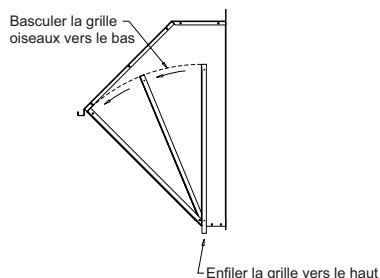

Figure 4 — Placement de la grille oiseaux dans la coiffe de protection assemblée
5. Enfiler la grille oiseaux par le dessous de la coiffe assemblée à travers les ouvertures prévues à cet effet. Voir la Figure 4. Placer la grille oiseaux dans le cadre et l'appuyer contre les brides de chaque côté. Attacher la grille de chaque côté à l'aide des vis à tôle de 5/8 po de long.